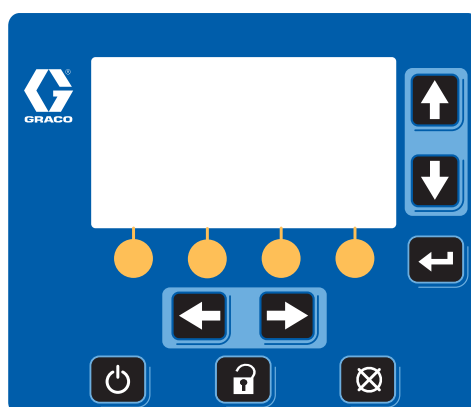

FIG. 8 : Module d'affichage
- Module d'affichage (G). Installé sur l'élévateur A uniquement. Fournit les écrans de statut du mode Fonctionnement, les écrans de configuration et les touches de commande. Consultez la FIG. 8, page 13.